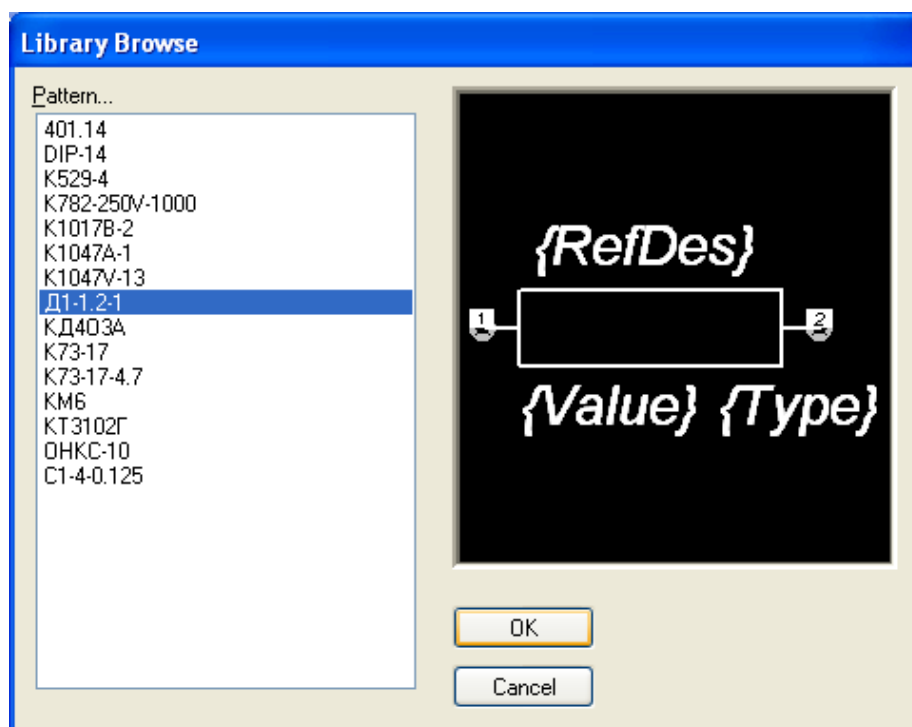

Рисунок 3.39 - Выбор ПМ катушки Д1-1.2-1
- В окне **Component Information** нажать кнопку **Select Pattern** и в появившемся окне **Library Browse** выбрать посадочное место катушки Д1-1.2-1. В списке имеющихся посадочных мест выбрать «Д1-1.2-1» (рис. 3.39). Нажать кнопку **OK**.